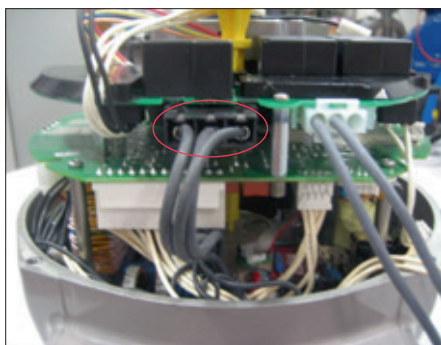

Figuur 43
- Plaats de OM13-kaart op de afstandstukken en haal de 4 schroeven aan (Figuur 43).